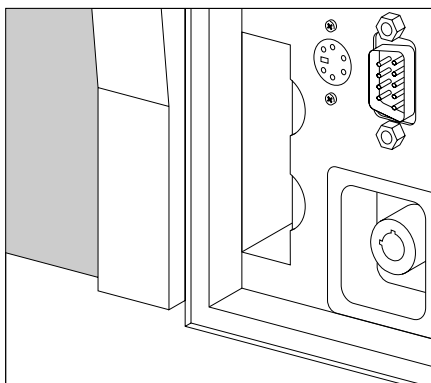

Figure 1
- 1- ouvrir la porte comportant le clavier vertical (fig. 1)